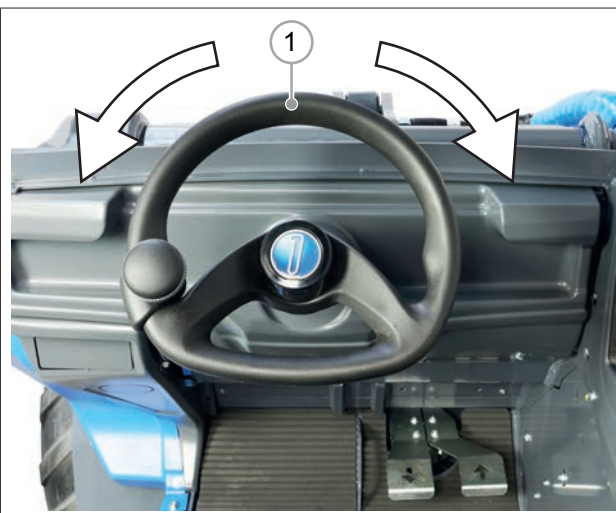

РИС. 28
- 5) Используя рулевое колесо (РИС. 28 - Сс. 1) выберите направление движения.